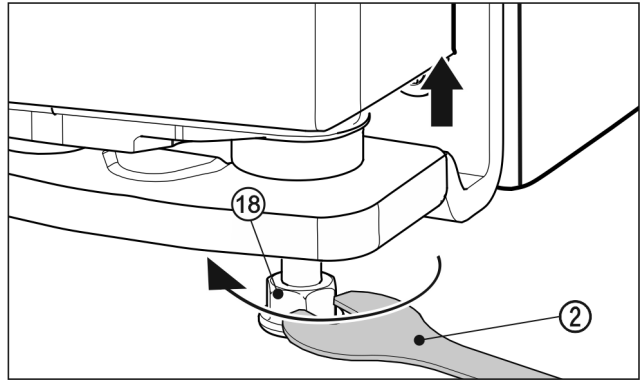

Fig. 25
- Për ta ngritur derën, lironi këmbën me rregullim Fig. 25 (18) duke e rrotulluar djathtas me anë të çelësit pirun Fig. 25 (2) të ofruar derisa të prekë dyshehenë. Pas kësaj rrotullojeni derisa dera të zhvendoset në lartësinë e duhur. Në gjendjen e dërgimit, bulonat janë plotësisht të mbledhur.